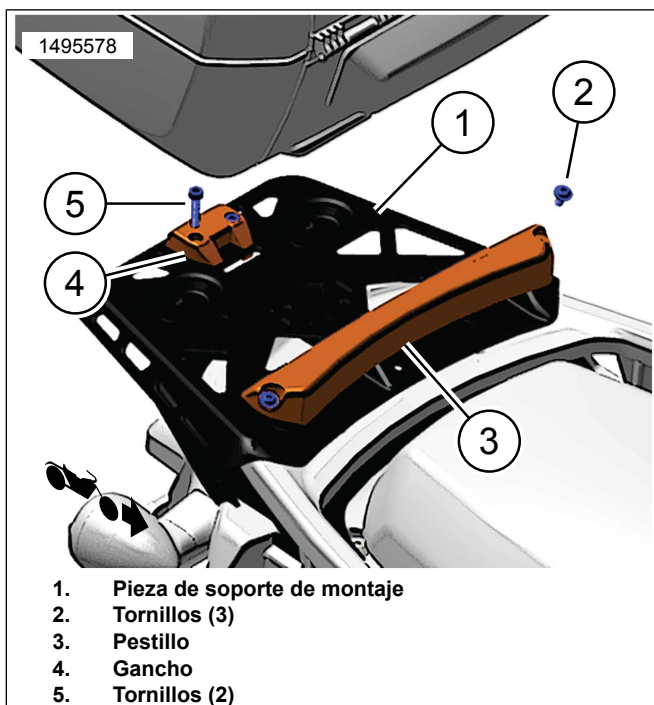
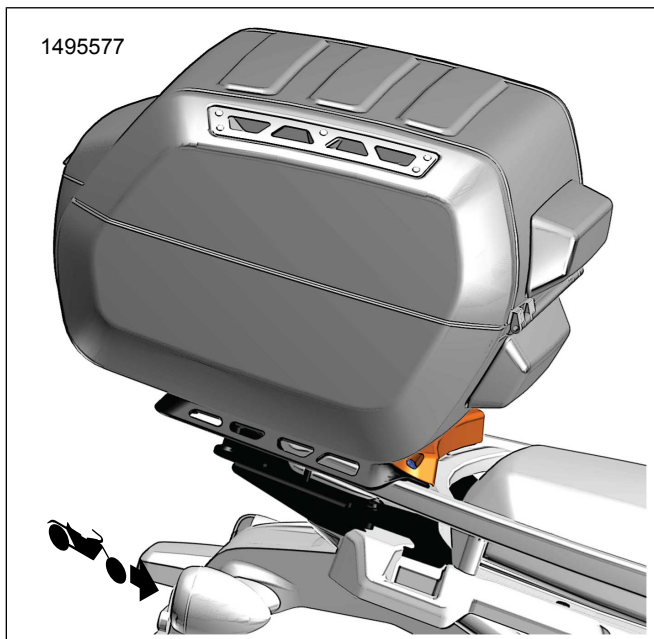

Figura 13. Kit de montaje (53000812)
Figura 14. Instalación del caso superior
1. Figura 13 Instale el kit de montaje en el soporte de montaje.
- a. Instale el pestillo (3) con tres tornillos (2) en la parte delantera del soporte de montaje (1). Apretar.
3. Ver Figura 13 y Figura 14 . Deslice la caja superior hacia el pestillo delantero (3), balancee hacia abajo hasta que encaje en el gancho trasero (4).